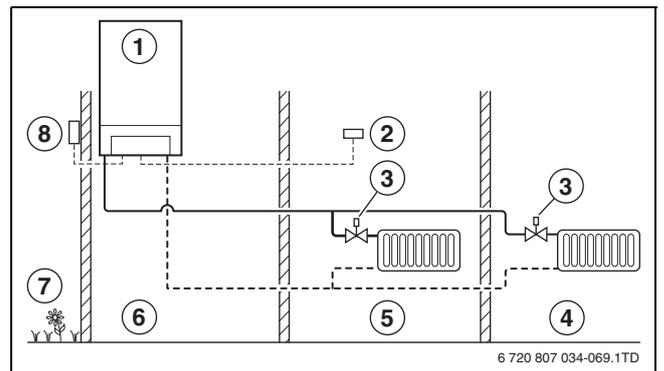

Рис. 24 Регулирование по наружной температуре
- При регулировании по наружной температуре, температура во всех помещениях регулируется термостатическими вентилями, установленными на отопительных приборах. В этом случае регулятор можно устанавливать в любом месте (→ рис. 24).